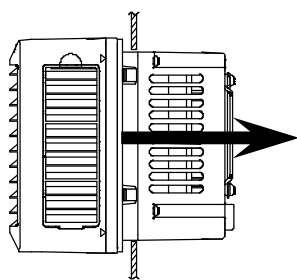

図3
②キャビネットに本器を取付けて付属の取付金具セットを取付金具固定用ねじ(M4×10)で取付けてください。(図3、4)
注) ・本器はキャビネットに確実に押し込んでください。(図3)